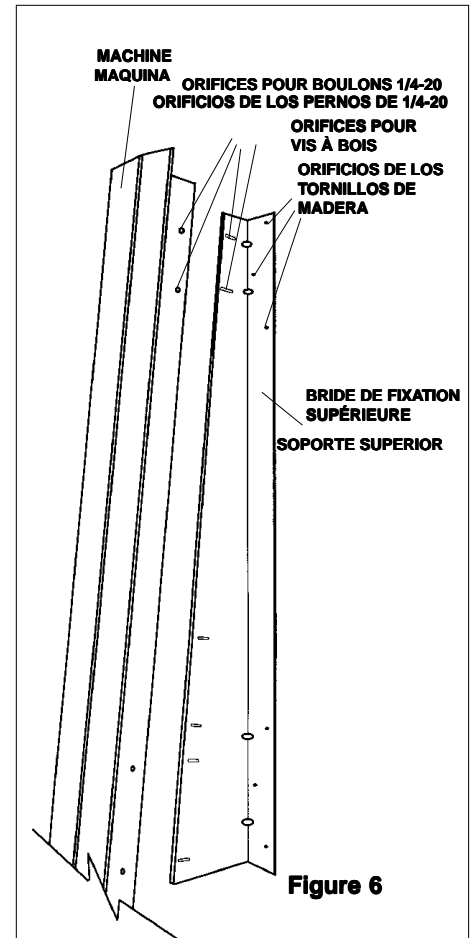

Figure 6
1. Hold the **UPPER BRACKET, Figure 6**, against the wall with the top about 93" (2360mm) above the floor. Use a level to be sure it is vertical. Mark the wall through the 6 mounting holes. Drill pilot holes in the wall and install the **UPPER BRACKET** with six hex head wood screws from the parts bag, shown at **A** on the facing page.
3. Lift the machine and attach it to the **UPPER BRACKET** with four 1/4-20 bolts, washers, lock washers, and nuts shown at **H**. See **Figure 6**.
1. Halten Sie die **obere Halterung (Abbildung 6)** gegen die Wand, so daß die obere Seite ca. 23,6 cm vom Fußboden entfernt ist. Prüfen Sie mit einer Wasserwaage, daß die Halterung senkrecht ist. Markieren Sie die 6 Befestigungslöcher auf der Wand. Bohren Sie die Führungslöcher in die Wand und befestigen Sie die **obere Halterung** mit den sechs Sechskantholzschrauben aus der Teiletüte (siehe unter A auf folgender Seite).
3. Heben Sie die Maschine an und befestigen Sie sie mit vier 1/4-20 Gewindebolzen, Muttern, Unterlegscheiben und Federringen (**siehe H**) an der **oberen Halterung (siehe Abbildung 6)**. Damit die **untere Halterung** rechtwinklig gegen die Wand anliegen kann, sind die Löcher verlängert.
1. Tenez la **BRIDE DE FIXATION SUPÉRIEURE**, **Figure 6**, contre le mur en plaçant le bord supérieur à 2360 mm (93 po.) du sol. Utilisez un niveau pour vous assurer qu'elle est bien à la verticale. Faites des marques sur le mur à travers les 6 orifices de montage. Percez des trous de positionnement dans le mur et attachez la **BRIDE DE FIXATION SUPÉRIEURE** au mur à l'aide de six vis à bois à six pans qui se trouvent dans le sachet de pièces détachées, illustrées en A sur la page opposée.
3. Soulevez la machine et attachez-la à la **BRIDE DE FIXATION SUPÉRIEURE** à l'aide de quatre boulons, écrous, rondelles et rondelles d'arrêt de 1/4-20 montrés à H. Consultez la **Figure 6**.